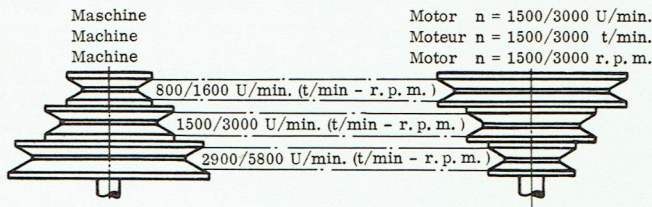

Fig. 1
Um die gewünschte Wickeldrehzahl einzustellen, muss der Keilriemen auf die entsprechenden Stufen der Riemenpoulies gelegt werden. (s. Fig. 1) Die Verschaltung (1) kann nach dem Lösen der Schraube (2) weggezogen werden.
Placer la courroie trapézoïdale sur les gradins des poulies correspondant à la vitesse de rotation désirée (voir fig. 1). Le capot de protection (1) peut être retiré après avoir desserré la vis (2).
To set up the desired winding speed, the V-belt has to be placed into the appropriate stages of the belt pulley (see figure 1). The protective cover (1) can be pulled off after the screw (2) has been loosened.